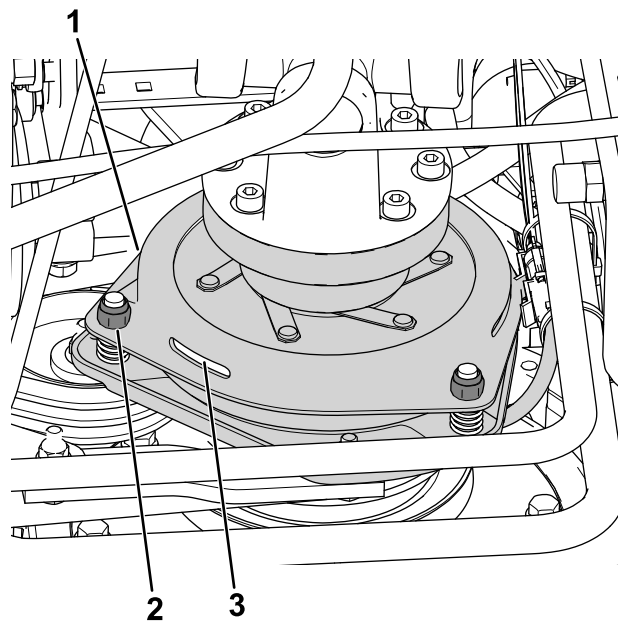

Figura 80
3. Ajuste a folga de modo a permitir a introdução de um calibrador de 0,3 mm entre a cobertura da embraiagem e a placa de fricção (Figura 80).
**Nota:** Pode reduzir esta folga se rodar as porcas de ajuste no sentido dos ponteiros do relógio (Figura 80). A folga máxima é de 0,6 mm. Ajuste as 3 folgas de ar para 0,4 mm.